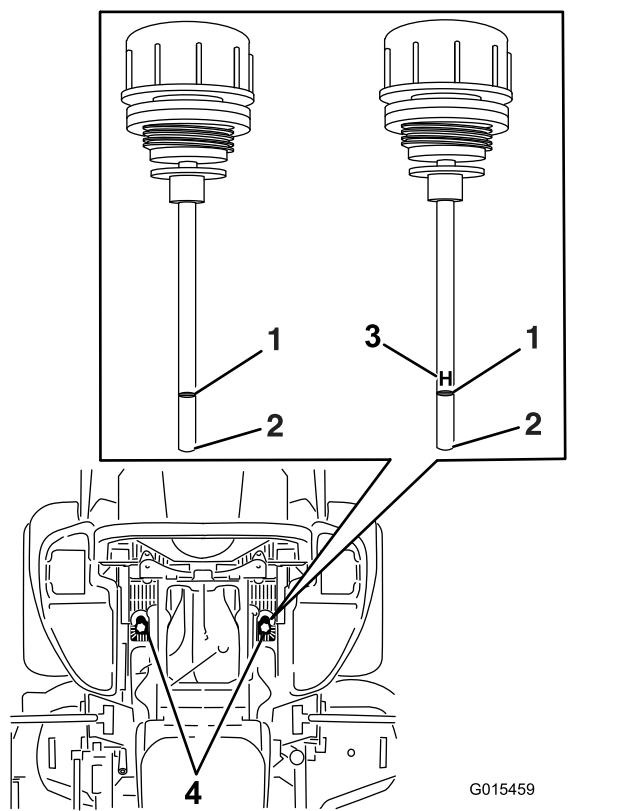

Figura 110
5. Limpie la zona alrededor de las varillas de los depósitos del sistema hidráulico (Figura 110).
6. Retire una varilla del depósito hidráulico (Figura 110).
8. Retire la varilla e inspeccione el extremo (Figura 110).